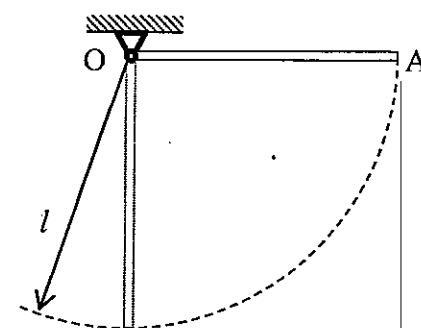
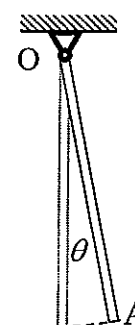

図1
図2
- (1) 図1に示すように、一端で支持された長さ l の一様棒 OA を水平にしてから静かに離した。棒が支点の真下に来た時の棒の支持点 O に対する角速度を求めよ。なお、抵抗や摩擦は働かないものとする。
- (2) 図2に示すように、図1の一様棒を真下にし、微小角度 θ をつけてそっと離すと振り子運動を行った。棒の質量を m 、重力加速度 g として、運動方程式を示せ。なお、抵抗や摩擦は働かないものとする。